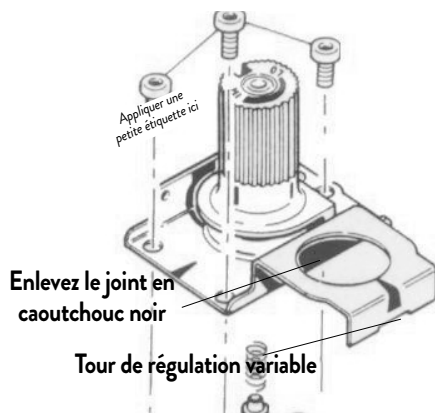

Figure 7.7.
9. Remplacez le régulateur variable. À l'aide d'un tournevis Torx T-20, retirez les trois vis spéciales de la tour du régulateur à l'avant de la soupape. Remarque : Pour vous aider à identifier les vis à retirer, reportez-vous au nouveau régulateur contenu dans la trousse. Voir la figure 7.7.